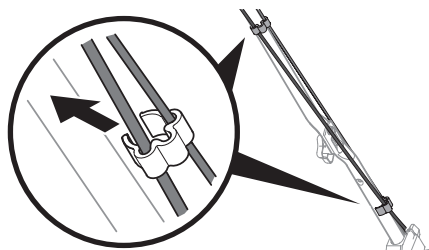

Figura 15
**NOTA:** en determinadas unidades, utilice las dos abrazaderas de cable suministradas para ajustar los cables de la transmisión y control de la cuchilla a la manija inferior (Figura 15).